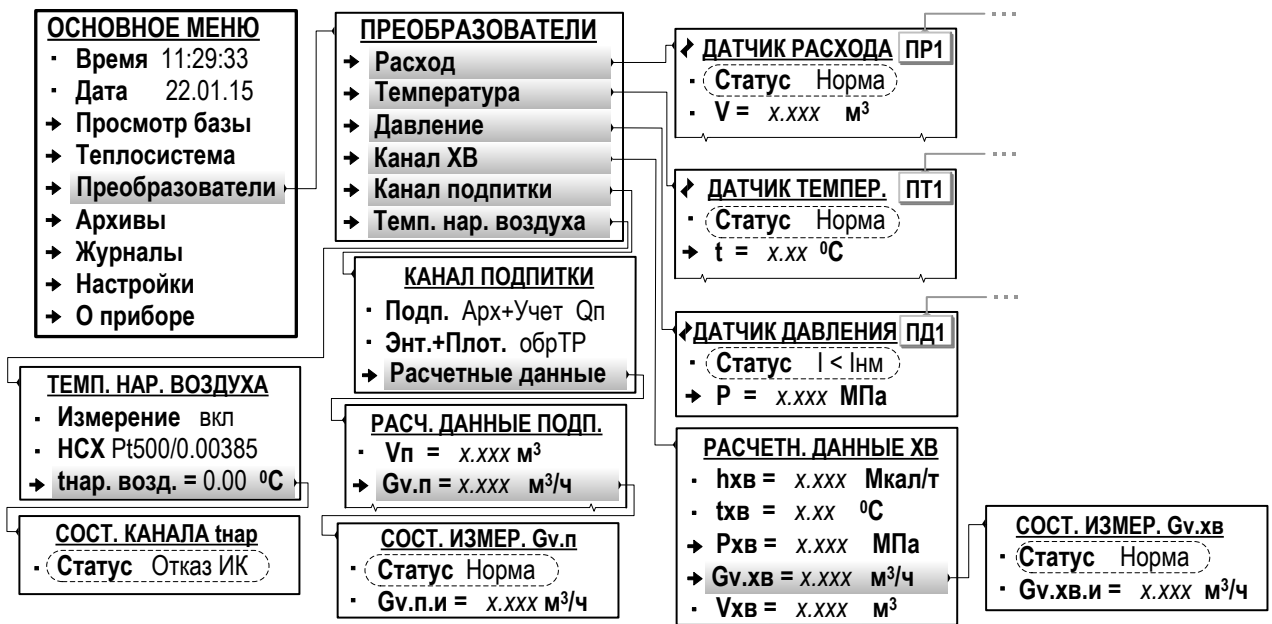

Рис.40. Отображение информации о состоянии ПР, ПТ и ПД (режим РАБОТА).
6.6.5.3. Текущая информация о состоянии преобразователей расхода, температуры и давления отображается как значение параметра **Статус** в соответствующих подменю, входящих в меню **Преобразователи** (рис.40).